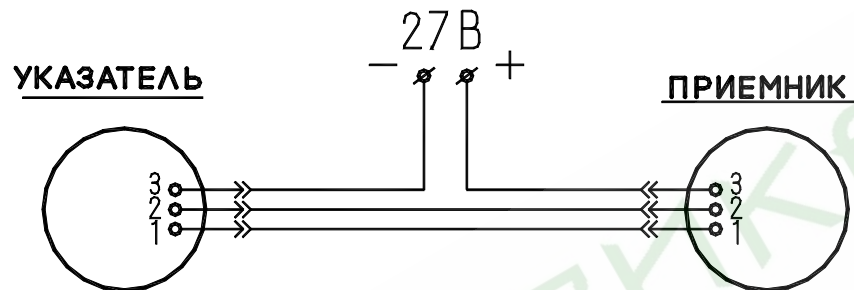

Рисунок 4 - Электромонтажная схема соединения
6.4 Монтаж электропроводки ведется согласно электромонтажной схеме (см. рисунок 4) проводом сечением не менее 0,35 мм², концы которого припаиваются к гнездам штепселя ШПЛМ - 3.